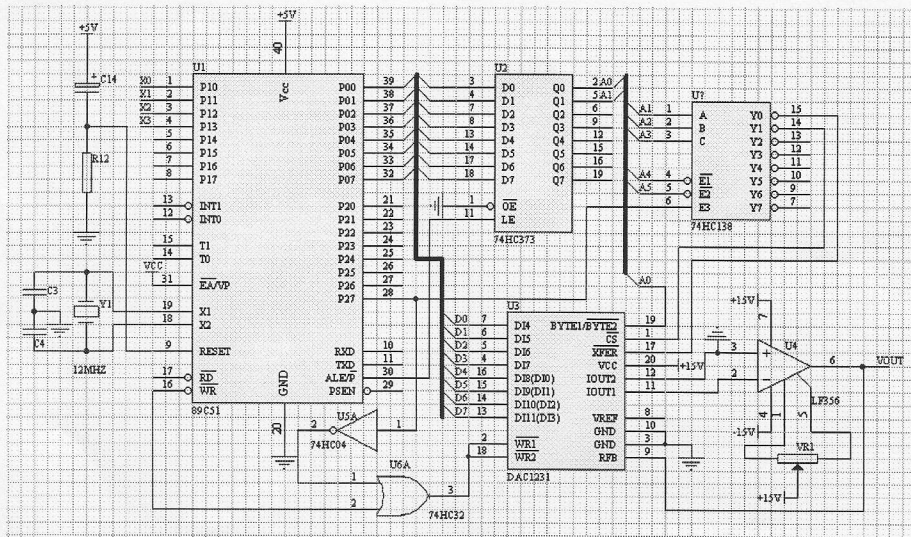

图 2 DAC1231 与 89C51 接口电路
- (1) ADC0809 的端口基地址是多少？（写成十六进制数）
- (2) ADC0809 的输入通道选择位 ADDA、ADDB、ADDC 连接在 89C51 的地址总线 A0~A2 上，试写出输入通道 IN0 和 IN7 的端口地址应分别为多少？
- (3) 为什么 \overline{WR} 与 A15 要经过 74HC02 两输入或非门组合输出连接在 ADC0809 的 A/D 启动信号 START（U3 引脚 6）和输入通道选择位锁存信号 ALE（U3 引脚 22）上？单独用 A15 或 \overline{WR} 连接行不行？
- (4) \overline{RD} 与 A15 经过 74HC02 两输入或非门组合产生 ADC0809 的 A/D 转换结果输出使能信号 OE（即读信号）的端口地址是多少？
- (5) ADC0809 的 A/D 转换结束信号 EOC 经过反相器接在 89C51 的 $\overline{INT0}$ 引脚上，则 89C51 启动 ADC0809 后，何时读取 A/D 转换结果。
15、试分析图 2 所示 12 位 D/A（数/模）转换器 DCA1231（U3）
(1) 74LS138 是地址译码器, 其输出 \bar{y}_0 和 \bar{y}_1 分别作为 DAC1231 的 $\overline{\text{XFER}}$ 和 $\overline{\text{CS}}$ 信号。 \bar{y}_0 的译码地址是多少? (写成十六进制数) \bar{y}_1 的译码地址是多少?
(2) 待转换的 12 位数据分高 8 位 (BYTE1) 和低 4 位 (BYTE2) 分两次写入 DAC, 先传送高字节到 DAC1231 的内部 8 位输入锁存器, 用 BYTE1 信号传送 (高电平有效, 如图 2 中 U3 的 19 号引脚 $\overline{\text{BYTE1/BYTE2}}$)。然后传送低字节 (高 4 位有效) 到 DAC1231 的内部 4 位输入锁存器, 用 $\overline{\text{BYTE2}}$ (低电平有效) 信号传送。那么写高字节到 DAC1231 的端口地址是多少? 写低字节到 DAC1231 的端口地址又是多少?